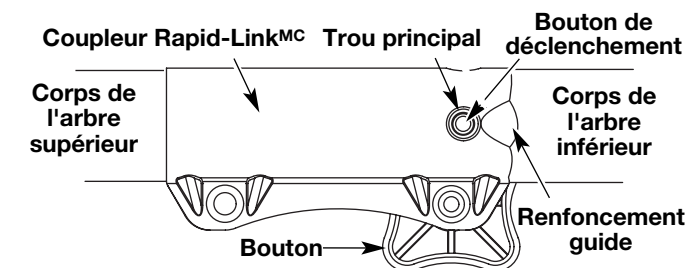

Fig. 3
- Tenez fermement l'accessoire et enfoncez-le tout droit dans le coupleur Rapid-Link^{MC} (Fig. 3).
- Appuyez sur le bouton de déclenchement et maintenez-le enfoncé (Fig. 3).